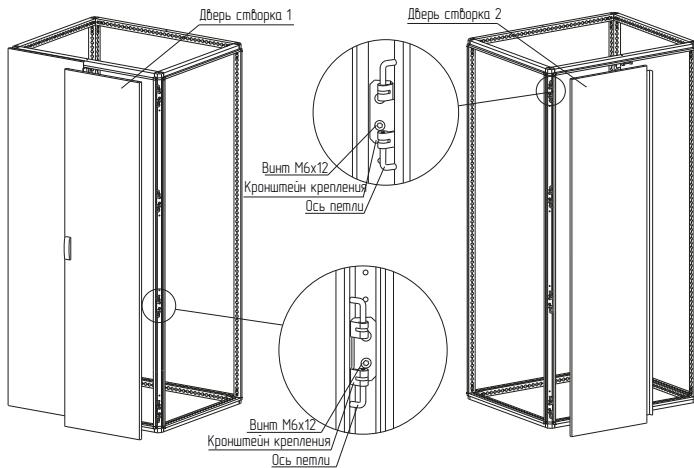

Рисунок 2
4.1.3 Закрепить петли на каркасе на левой и правой стойке (рисунок 2). Для крепления использовать винты самонарезающие M6×12. Момент затяжки – 7 Н·м.